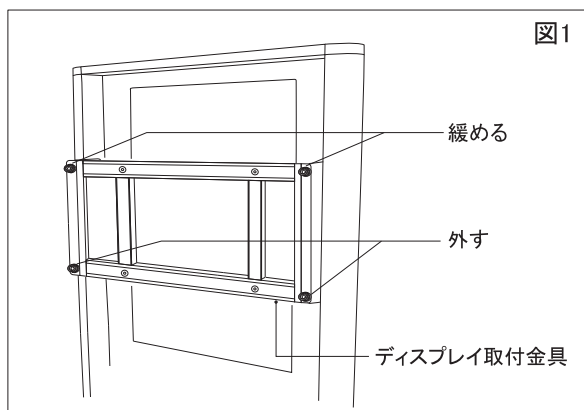

図1
- 1、本体から取付金具を取り外します。付属のM6レンチを使用し、4カ所のM8ボルトを緩めた状態で取付金具を外します。(図1)